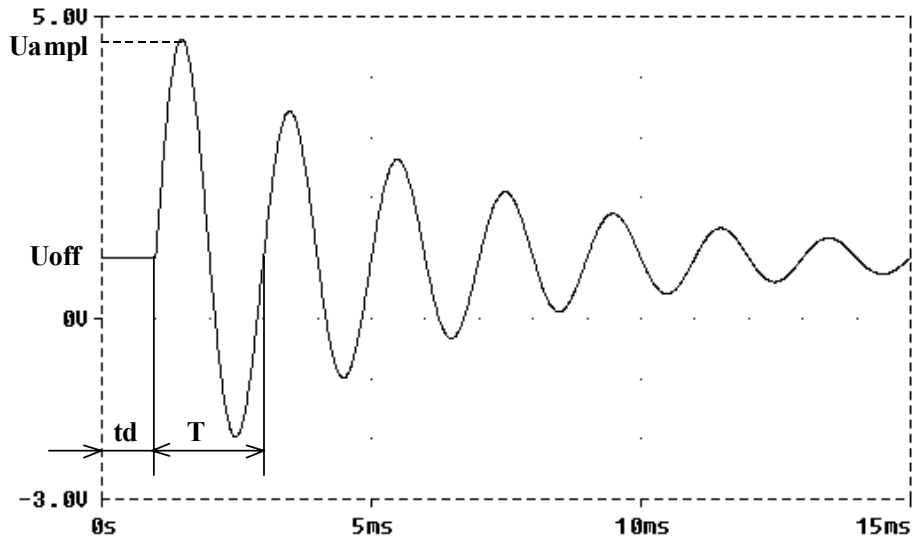

Figura 3.12. Semnal de tip sinusoidal
Semnificația parametrilor este dată în tabelul 3.9, cu referire la figura 3.12.
- Vsin 1 2 SIN (1 4 0.5k 1m 200) ; (forma de undă din figura 3.12)